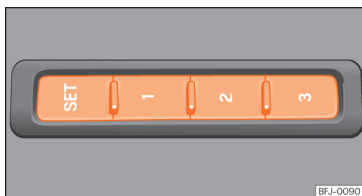

Fig. 112 No lado exterior do banco do condutor: botões de memória.
- Pressione o botão **SET** durante mais de 1 segundo »» **Fig. 112**.